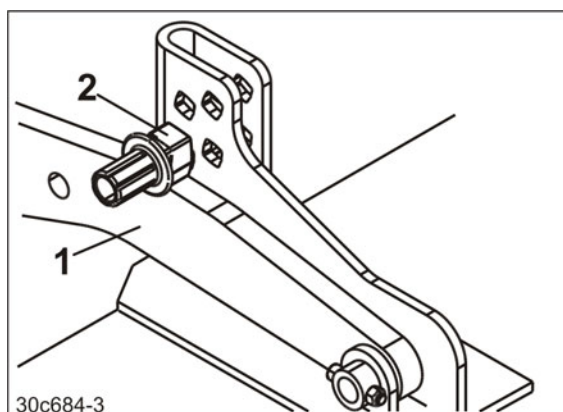

Fig. 80
2. Die Maschine soweit anheben, bis die Tiefenregulierungsbolzen (Fig. 80/2) von dem Tragarmen (Fig. 80/1) frei kommen.
2. Die Maschine soweit anheben, bis die Tiefenregulierungsbolzen (Fig. 80/2) von dem Tragarm (Fig. 80/1) frei kommen.
4. Den vorlaufenden Reifenpacker in gleiche Höhe abstecken wie die nachlaufende Walze (Fig. 80/2).
2. Die Maschine soweit anheben, bis die Tragarme am unteren Anschlag anliegen (Fig. 80/1).
3. Die Tiefenregulierungsbolzen in unterster Position abstecken (Fig. 80/2).